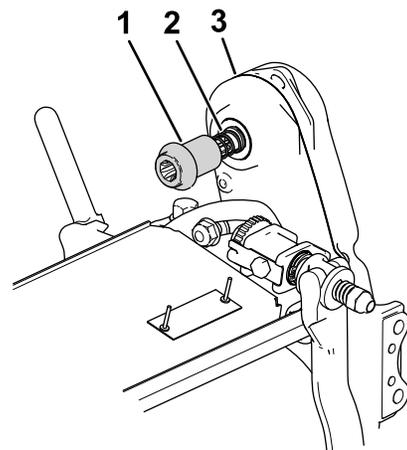

**図6**
7. 先ほど外した金具類を使用してリール駆動アセンブリをカッティングユニットに取り付ける **図6**。
1. ソケットヘッドねじ4本でカッティングユニットを機体に取り付ける **図6**。